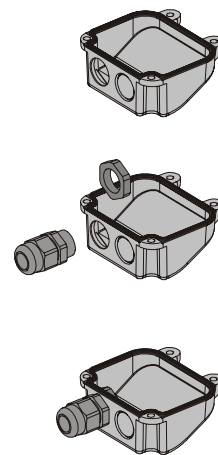

Рис. 13
1) Откройте одно из двух предварительно высверленных отверстий в поставляемой крышке, Рис.13; при эксплуатации приводов с концевыми выключателями откройте два отверстия.